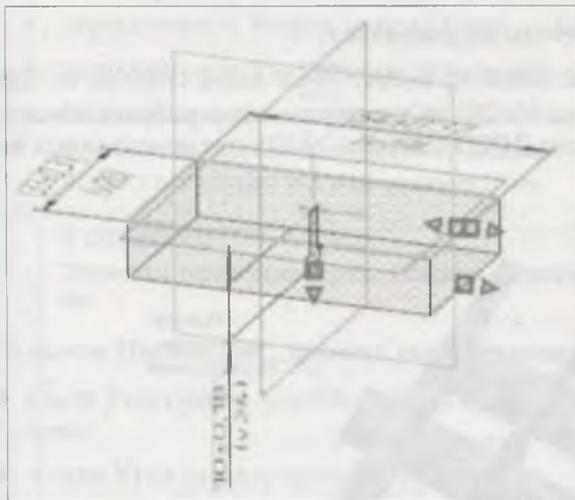
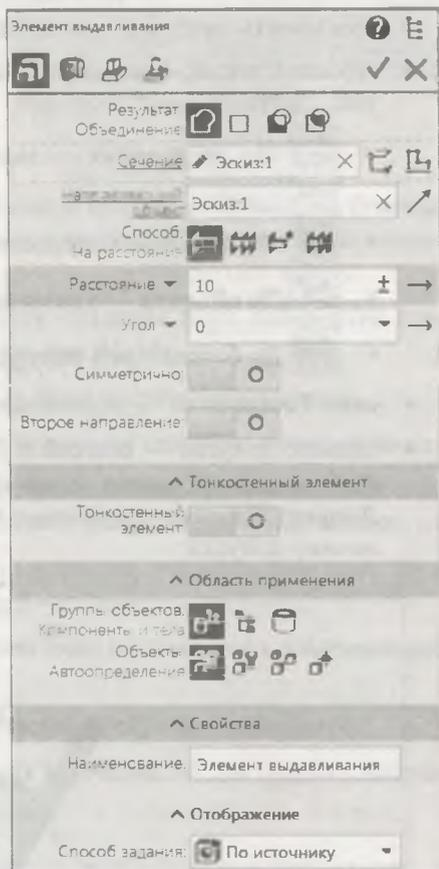

Рис. 19.9. Фантом модели параллелепипеда
Рис. 19.10. Панель **Параметры: Элемент выдавливания**
- ♦ на панели инструментов **Элементы тела** щелкните ЛК мыши по кнопке  — **Элемент выдавливания**. На экране вы видите фантом (рис. 19.9) будущей модели со стрелкой, указывающей направление выдавливания. Активизировалась панель **Параметры: Элемент выдавливания** (рис. 19.10). В ее **Заголовке** появились кнопки команд группы: **Элемент вращения**, **Элемент по траектории** и **Элемент по сечениям**. Значит, как и в режиме **Чертеж**, вы можете использовать данные команды, не выходя из создания элемента выдавливания.